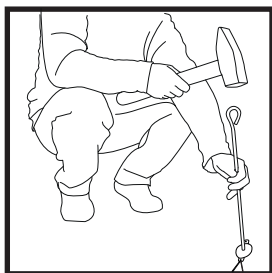

Abb. 3
6. Stecken Sie den Hering des Messgeräts für die Verankerungen an die Stelle, an der der Zeltmast stehen wird (Abb. 3).